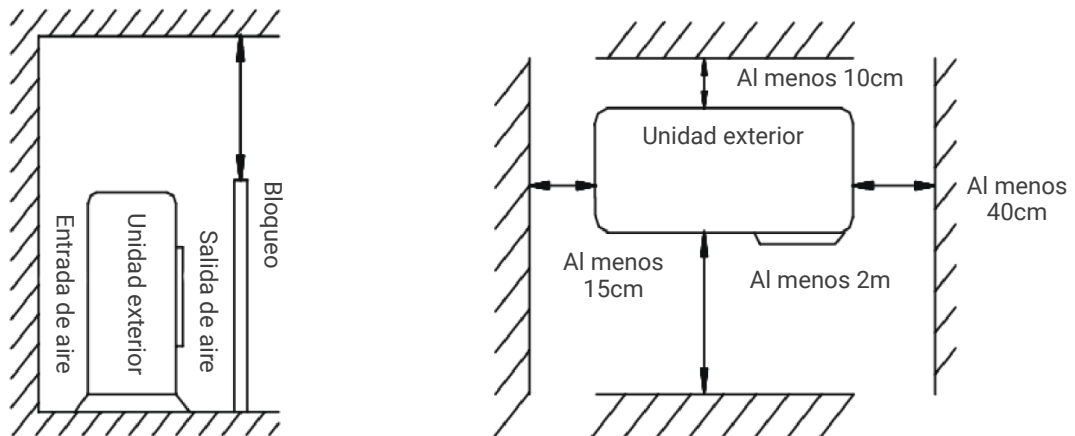

Fig.2
- La distancia de instalación debe ser la requerida como muestra la Fig. 2.